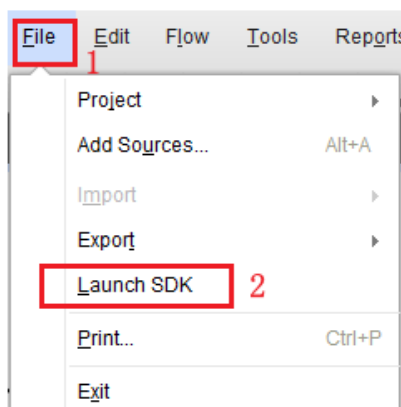

图 1-17 进入 SDK 软件
2. 进入 SDK 软件，点击 File->Launch SDK，如下图 1-17 所示。